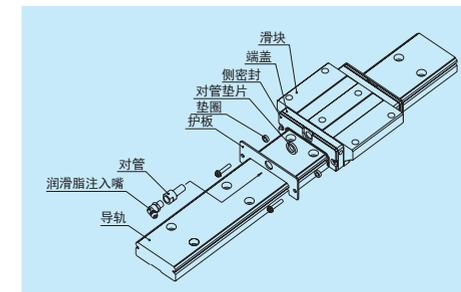

图 11 护板
- 对标准完成品追加安装护板时，请利用如表 14 所示的护板套件 (图 11)
- 护板安装后，将润滑脂注入嘴装入端盖时，需要如图 11 所示的接口垫片。